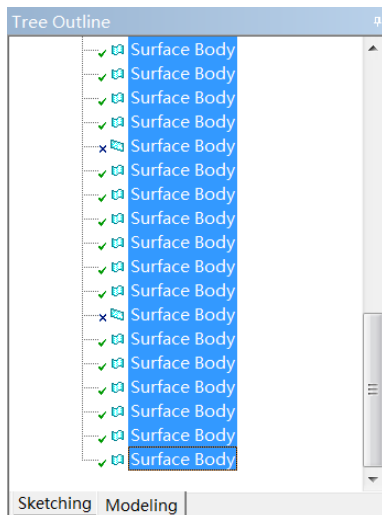

图 14-18 选中所有的面体
- 步骤 01** 选择“29 Parts, 29 Bodies”列表下的第一个面体后，按下〈Shift〉键，同时拖动滚动条到所有体的最后，单击最后一个面体，即可将所有的面体选中，如图 14-18 所示。